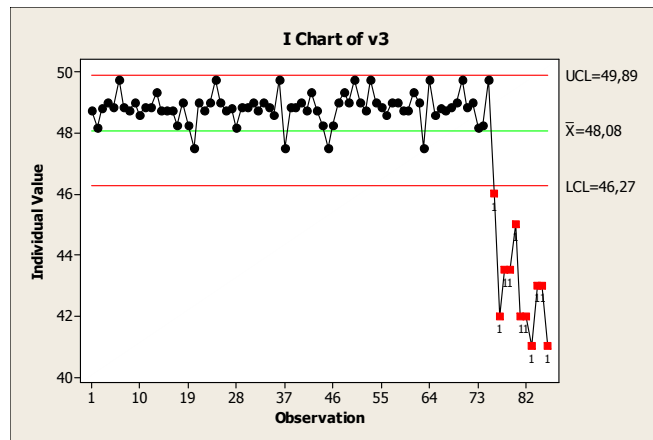

Figura A.14 Carta de Controle da variável  $v_3$
A Figura A.14, contendo a carta de controle da variável  $v_3$ , concentração de acetona no ar acetonado, indica alguns pontos fora dos limites determinados de acordo com o exposto no item 2.2.3, sendo que as concentrações abaixo de 43 g/Nm3 são realmente não usuais e os 6 conjuntos correspondentes foram eliminados.
A Figura A.17, contendo a carta de controle da variável  $v_{24}$ , fração mássica de acetona na corrente de ar lavado, indica um ponto fora dos limites determinados de acordo com o exposto no item 2.2.3, acima dos valores usuais, devendo o conjunto correspondente ser eliminado; contudo, observa-se que este conjunto a ser eliminado é o mesmo detectado na análise da carta de controle de  $v_3$ , contida na Figura A.14.
A Figura A.18, contendo a carta de controle da variável  $v_{28}$ , vazão mássica de ar lavado, indica dois pontos fora dos limites determinados de acordo com o exposto no item 2.2.3, sendo um acima dos valores usuais, que já deveria ser eliminado, na análise da variável  $v_{10}$ , conforme indicado na Figura A.16, e outro, abaixo dos valores usuais, incluído entre os eliminados na análise da variável  $v_3$ , conforme indicado na Figura A.14.